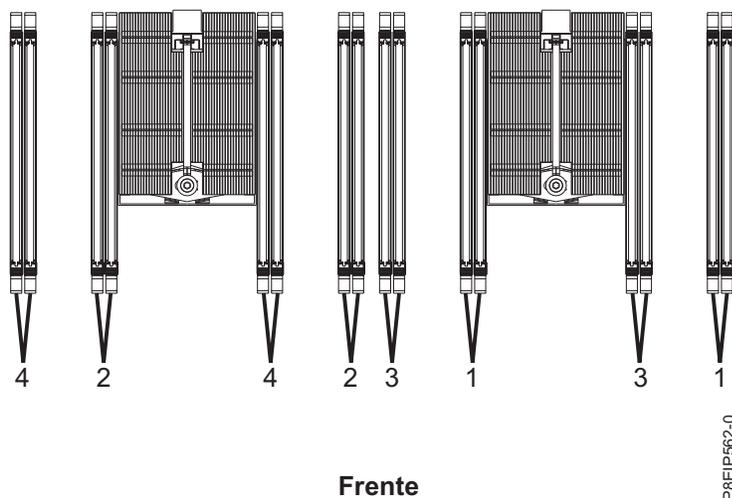

Figura 29. Locais de slot de memória e sequência de conexão
- Os DIMMs de memória precisam ser incluídos em uma sequência. Use a Tabela 4 na página 31 e Figura 29 na página 31 para determinar o posicionamento de memória.